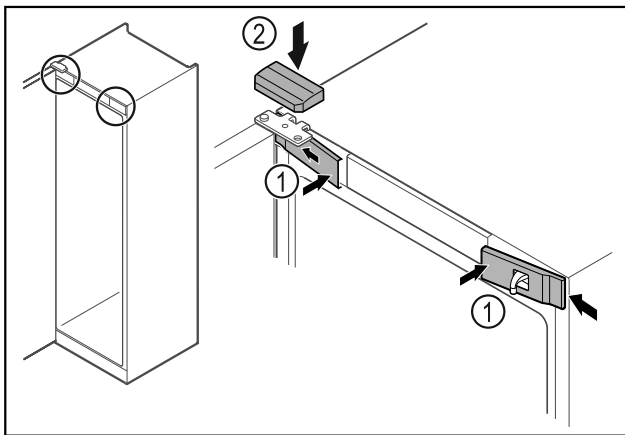

Fig. 52
- Haakige eesmised katted Fig. 52 (1) küljel külge ja fikseerige.
- Haakige ülemine kate Fig. 52 (2) ülalt lahti.